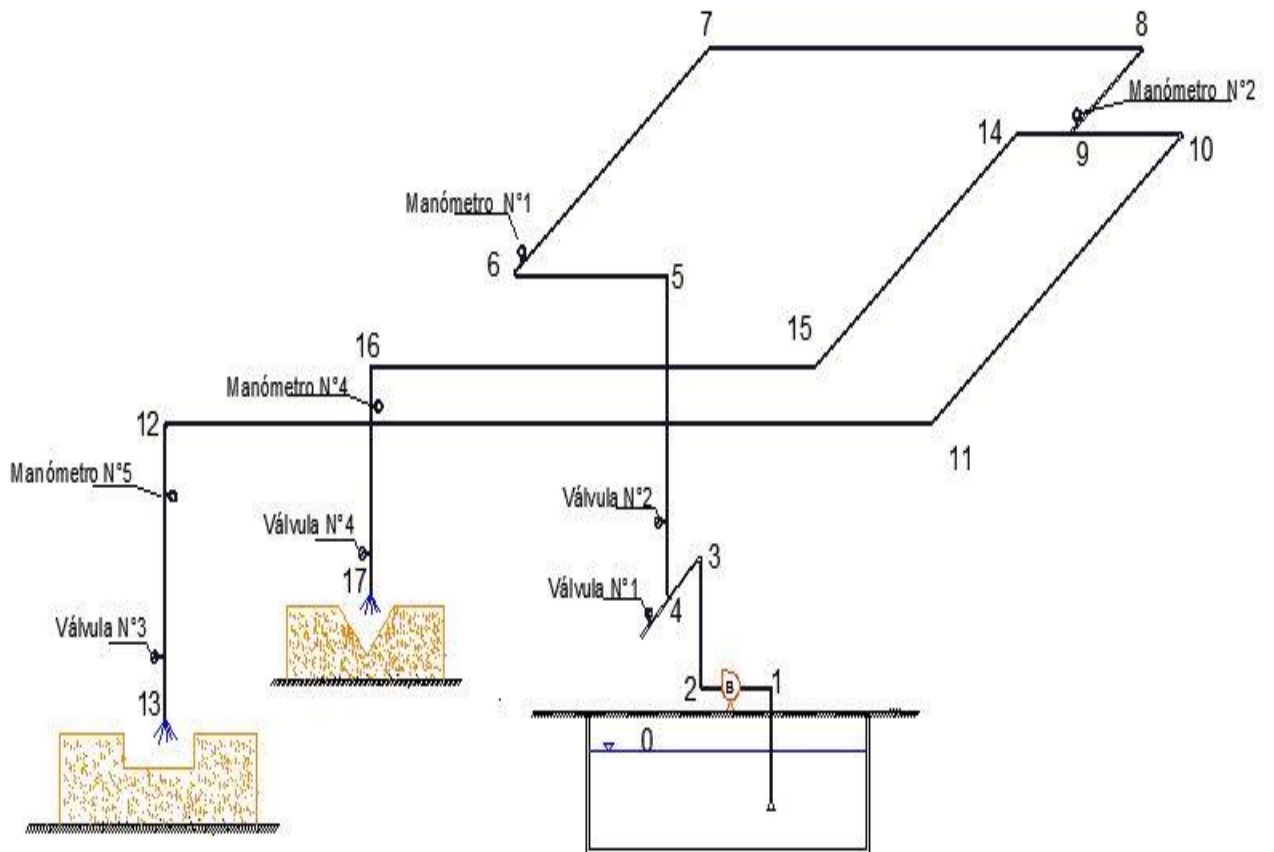

Figura 1. Red abierta (sistema hidráulico).
- Medir el nivel de la cresta N_C , en m, en los vertedores ubicados en las descargas de la red, ver figura 1.
2. Mediante el programa de EPANET, calcular las presiones en todos los nodos de la red vista en la práctica, figura 1. Para ello consulte el Manual del programa, el cual se encuentra en la plataforma educativa.